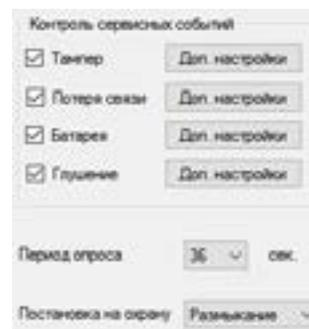

РИС. 23. Меню настройки сервисных выходов в закладке «Радиослейфы»
Будьте внимательны с настройками разных датчиков и их привязкой к зонам! Охранный датчик открытия двери/окна может быть настроен для работы в бистабильном режиме. Зона, в которую приписан такой датчик будет менять свое состояние в зависимости от состояния бистабильного датчика. Если зона, к которой приписаны датчики, работающие в импульсном режиме, и датчики, работающие в бистабильном режиме, активирована бистабильным датчиком, то сработки импульсных датчиков будут игнорироваться до тех пор, пока бистабильный датчик не войдет в нормальное состояние. Например, если к одной зоне приписаны датчики движения, всегда работающие в импульсном режиме, и датчик открытия двери, настроенный на работу в бистабильном режиме, то в случае, если дверь была открыта, но не была закрыта – зона активируется и тревоги от датчиков движения приемником не воспринимаются! Если в помещении зафиксировано движение, а дверь при этом закрыта (бистабильный датчик в нормальном состоянии), зона не активна, то тревога, переданная датчиками движения, будет принята, охранный зона выдаст сработку. Не забывайте, чем больше период опроса (РИС. 23) датчиков в секундах (изменяется в интервале 12–300с, по умолчанию 36с), тем больше срок службы батареи на беспроводных датчиках! В то же время не рекомендуется использовать большой период опроса в критических к задержкам охранных системах, например, в финансовых учреждениях. Слишком большой период опроса увеличивает временной диапазон передачи статусов от датчиков, что влияет на оперативность реагирования системы охраны на сервисные события (на тревожные события система всегда реагирует мгновенно).
6.6. Четыре выхода (T, S, B, J) соответствуют сервисным зонам (РИС. 18). Сервисные зоны используются для передачи на централь служебной информации. Работа сервисных выходов настраиваемая (РИС. 23), они могут быть импульсными или бистабильными. Предусмотрена возможность полного отключения сервисных выходов, если они не используются в охранной системе. Для отключения нужно убрать галочку из чекбокса напротив названия соответствующего выхода в конфигураторе (РИС. 23).